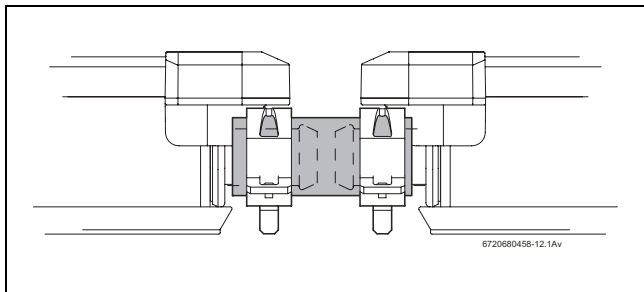

Рис. 38 Шланг солнечного коллектора с зажатými пружинными хомутами
- ▶ Зажмите все шланги на штуцерах коллектора пружинными хомутами (рис. 38).